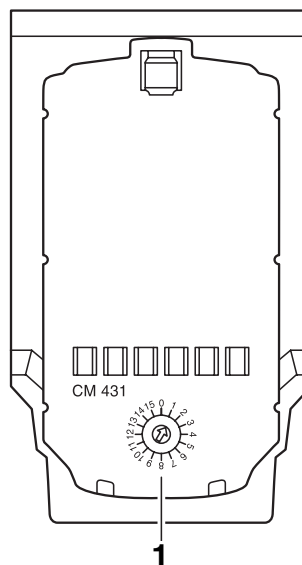

Fig. 3 Impostazione indirizzo CM 431
L'impostazione dell'indirizzo (fig. 3, **pos. 1**) nell'apparecchio di regolazione Logamatic 4313, si trova sul modulo CM 431 (dietro all'unità di servizio MEC 2).
- Con un cacciavite potete adesso impostare l'indirizzo dell'apparecchio di regolazione (fig. 3).